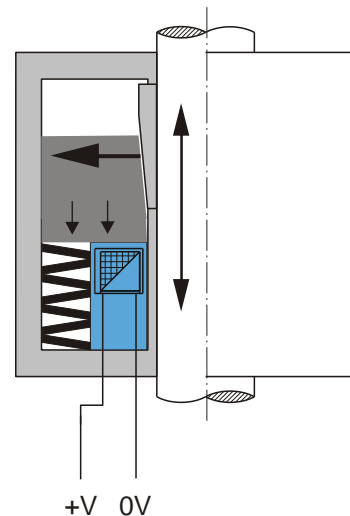

Abb. 1 Verschiebbare Kolbenstange beim Anlegen der Spulennennspannung
- Durch Anlegen der Spannung wird das Klemmelement der Bremse gegen die Feder gezogen. Die Kolbenstange ist verschiebbar (Abb. 1).